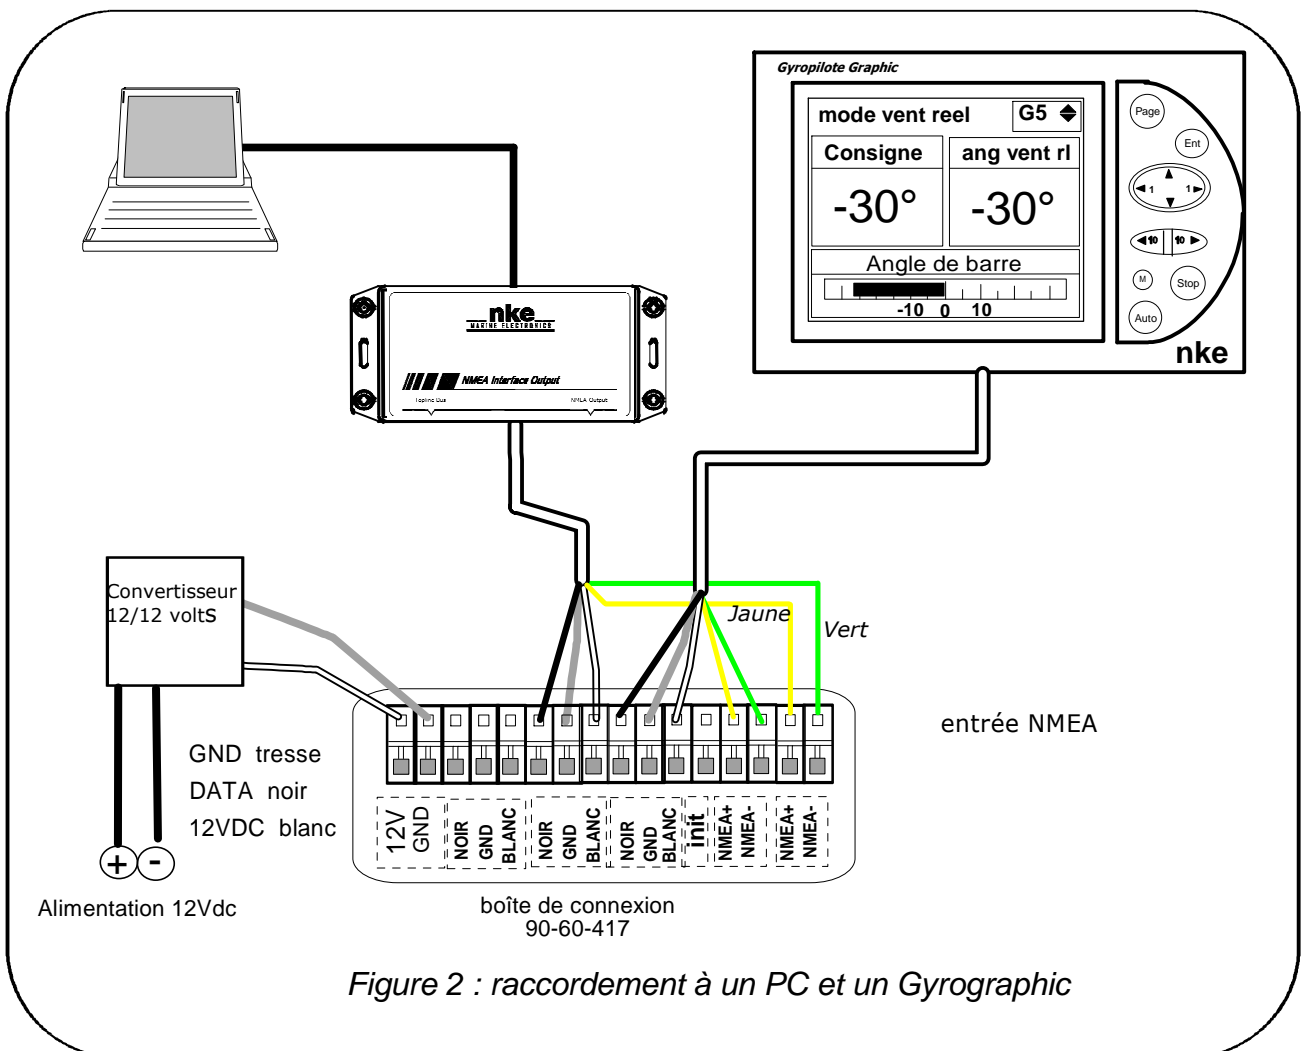

Figure 2 : raccordement à un PC et un Gyrographic
- Raccordez le câble bus dans la boîte de connexion comme indiqué sur la figure 2.